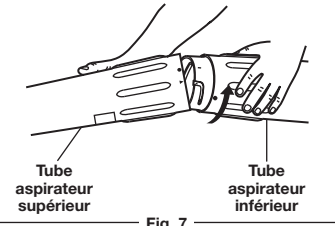

Fig. 7
3. Alignez la flèche sur le tube aspirateur inférieur avec la flèche sur le tube aspirateur supérieur (Fig. 7).